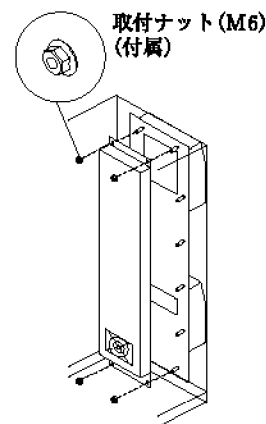

図4
5. 上下のボルト部を利用して熱交換器本体を取付けてください。付属の取付ナット(M6)にてキャビネットへ確実に固定してください。(図4)